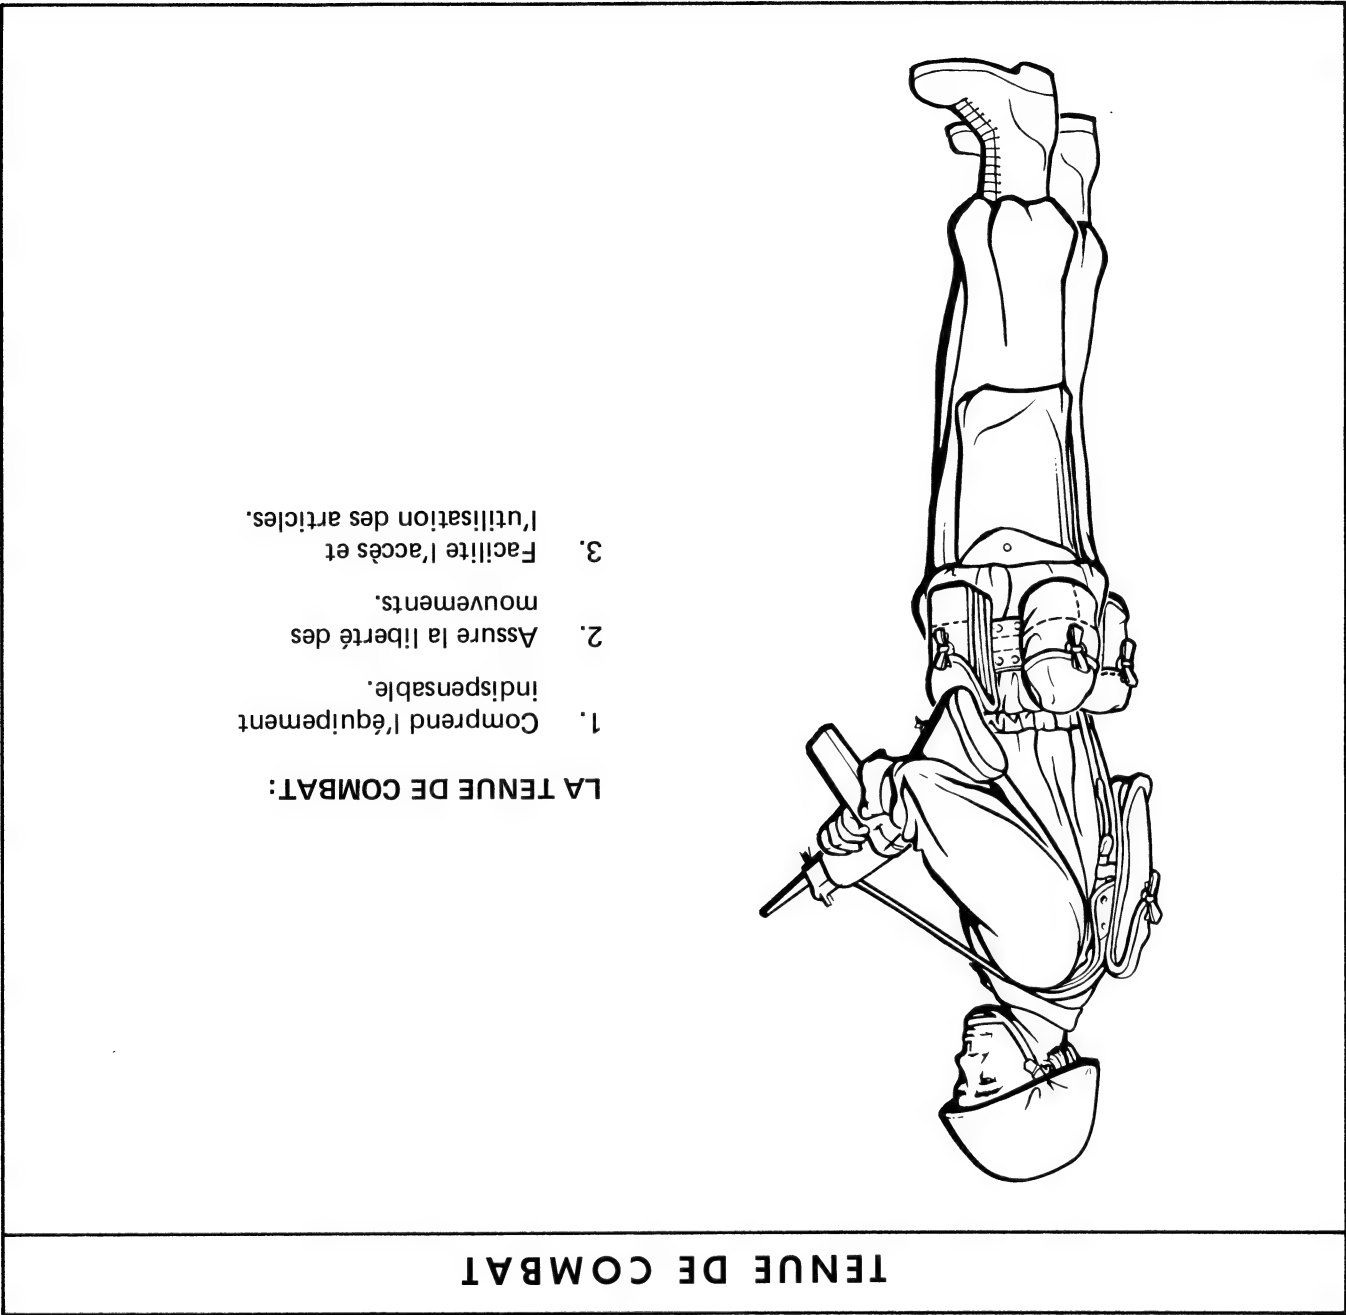

Figure 2-1 Tenue de combat
1. La tenue de combat comprend les munitions, les armes individuelles et les articles d'équipement individuel transportés par les soldats, et qui doivent être disponibles immédiatement pour le combat. La tenue de combat est illustrée à la figure 2-1.